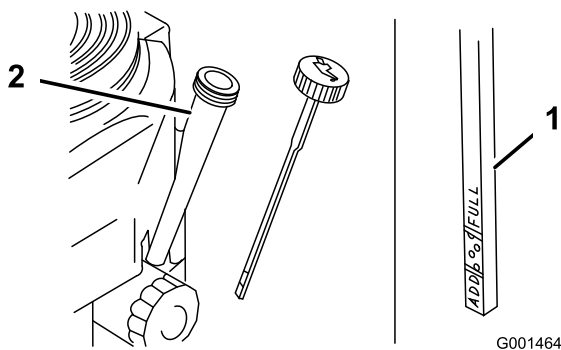

Figure 31
- Nettoyez la surface autour de la jauge d'huile (Figure 31) pour éviter que des impuretés ne s'introduisent dans le goulot de remplissage, ce qui risquerait d'endommager le moteur.
5. Retirez la jauge d'huile et essuyez soigneusement son extrémité (Figure 31).
6. Remettez la jauge au fond du tube de remplissage, mais sans la visser (Figure 31).
8. Versez avec précaution environ 80% de la quantité d'huile spécifiée dans le goulot de remplissage (Figure 31)